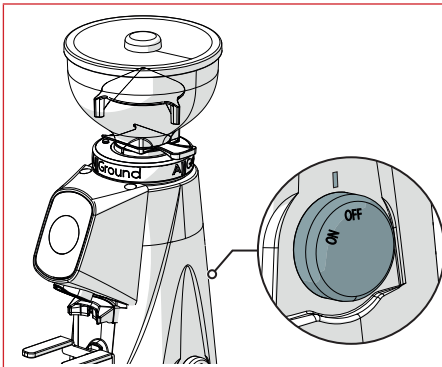
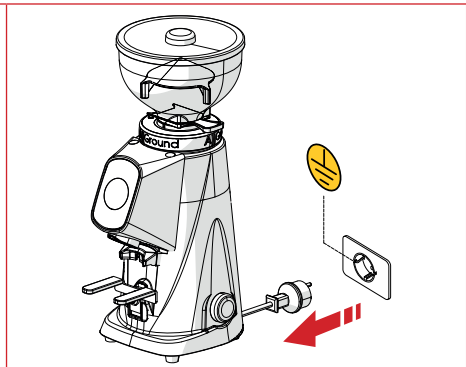

Abb. 14
Abb. 15
**ACHTUNG!** Bevor Sie Reinigungsarbeiten durchführen, trennen Sie die Kaffeemühle von der Stromversorgung, indem Sie den entsprechenden Schalter (Abb. 14) in die Position „OFF“ (AUS) drehen und den Netzstecker aus der entsprechenden Steckdose (Abb. 15) ziehen.